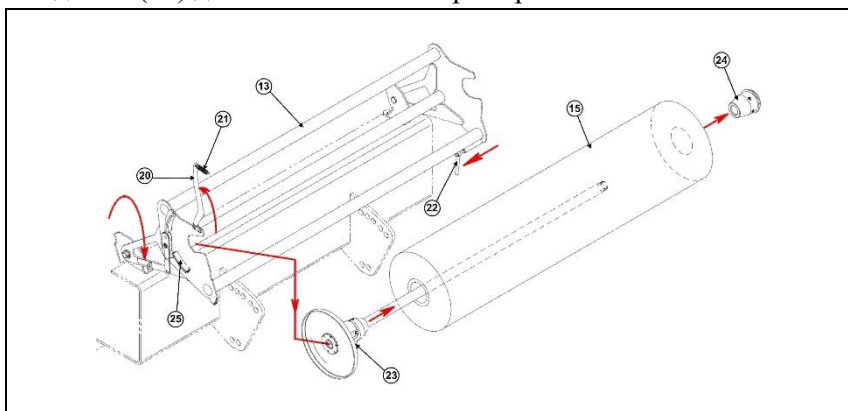
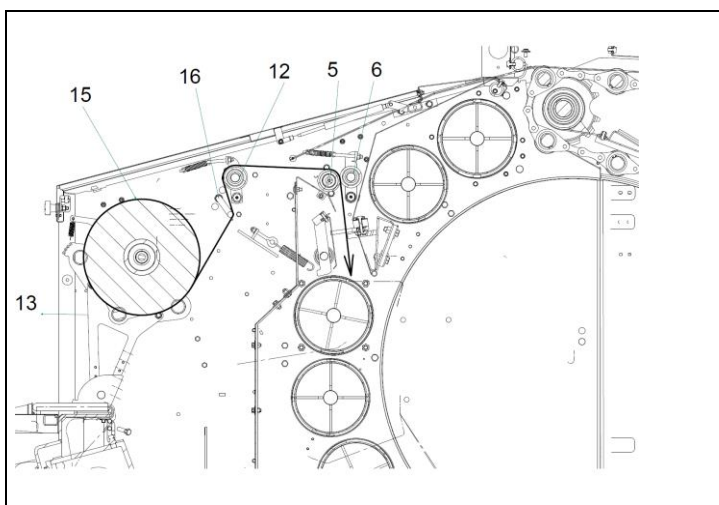

Рис. 66. Метод установки сетки
Рис. 67. Подача сетки
Схема подачи и установки сетки представлена на (Рис. 65) (Рис. 66) (Рис. 67)
Для установки рулона сетки снимите ограждение (1) (Рис. 65), переместите и закрепите замок контейнера (4) и наклоните контейнер для сетки (2) (Рис. 66) вперед. После этой процедуры пружина (21) (Рис. 66), используемая для регулировки тормозного усилия, должна быть разблокирована (эта регулировка осуществляется путем зацепления пружины на соответствующий зуб боковой пластины контейнера - периодически проверяйте правильность торможения рулона) и кронштейн, на котором находится эта пружина, должен быть наклонен максимально назад, тормозной диск вместе с трубой (23) должен быть вытянут вперед. Кроме того, необходимо снять подшипники (24) с трубы. Затем вставьте тормозной диск и трубу (23) в рулон сетки (15) (поворачивая его в направлении, которое позволяют поводковые пружины) до упора, вставьте подшипник (24). Вставьте таким образом
«оборудованный» рулон сетки в контейнер (13), устанавливая выемку за тормозным диском в выемки на боковой пластине контейнера. Зафиксируйте трубу с помощью пружины (21). Конец сетки пропустите через пруток, распределяющий сетку (16) (Рис. 67), затем через распределительный ролик, (12) и равномерно вставьте (натянутую по всей ширине) сетку между парой подающих роликов (5-6). Угловое положение прутка (16) определяет эффективность распределения сетки по всей ширине рулона. В этом случае угол наклона прутка должен быть индивидуально отрегулирован (путем фиксации гаек в правильном положении прутка) для достижения наилучшего эффекта обмотки сеткой. Периодически проверяйте натяжение троса, чтобы диск тормоза сетки (23) затормозился в положении покоя (рулон сетки можно поворачивать вручную). Зазор между диском тормоза (23) и тормозными колодками (25) должен составлять примерно 1 мм.